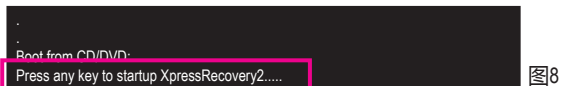

图8
1. 首次使用一键还原 (Xpress Recovery2) 功能时, 需由驱动程序光盘开机, 当画面出现 “Press any key to startup XpressRecovery2” (图8) 时, 按任意键进入一键还原 (Xpress Recovery2) 程序。